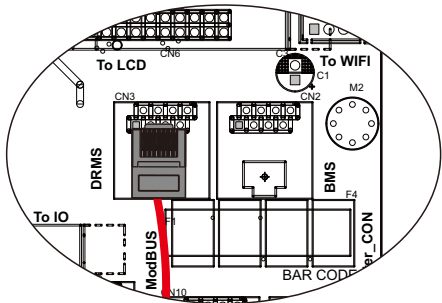

Figure 4.8-4 Interface Rj45
Étape 4. Branchez le terminal RJ45 à la position appropriée sur l'onduleur. Voir Figure 4.8-4